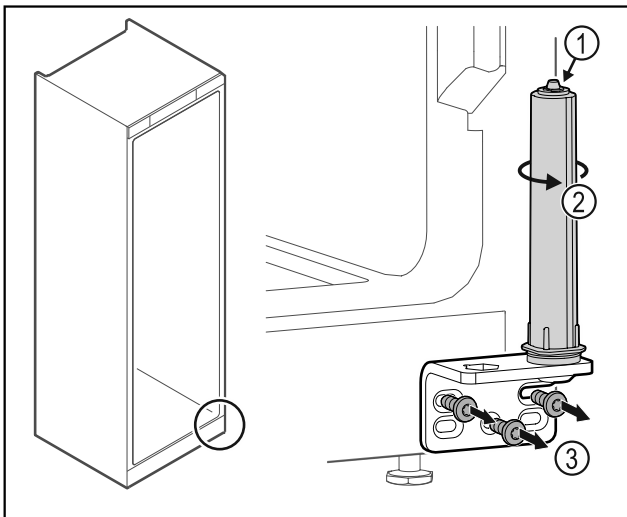

Fig. 50
- ▶ Ne pas désassembler le système de fermeture de la porte Fig. 50 (1).
- ▶ Tourner le système de fermeture Fig. 50 (2) jusqu'à entendre un clic.
- ▶ Dévisser l'équerre de la charnière Fig. 50 (3).